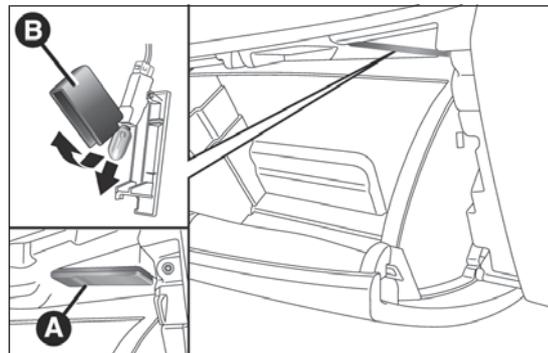

fig. 200
- abrir la guantera y extraer el plafón A fig. 200;